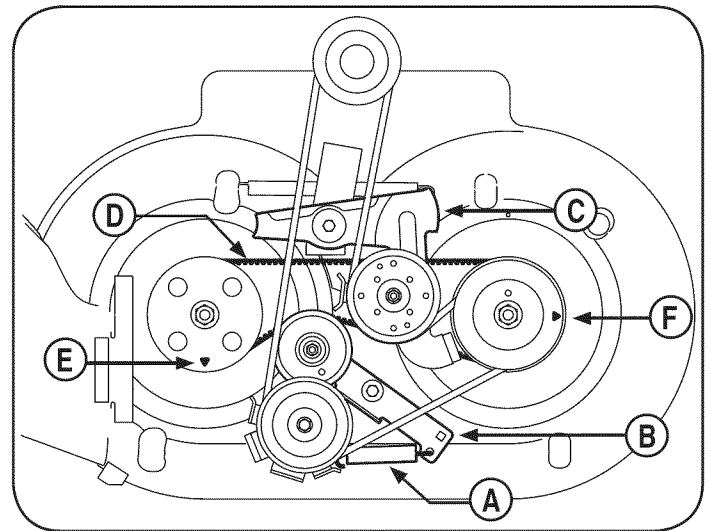

Figura 25
4. Extraiga el resorte (A) del soporte de sincronización y la plataforma, Figura 25.
6. Gire el soporte de sincronización de la polea loca (B) para pasar la correa alrededor de la polea loca, Figura 25.
7. Gire el montaje del brazo secundario (C) y extraiga la correa (D) de los montajes de husillo, Figura 25.
- a. Gire el montaje del husillo separador (E) para que la flecha estampada en el husillo mire hacia el frente de la cortadora, Figura 25.
- b. Gire el montaje del husillo transmisor para que la flecha estampada en el husillo mire hacia el exterior de la plataforma de corte, Figura 25.